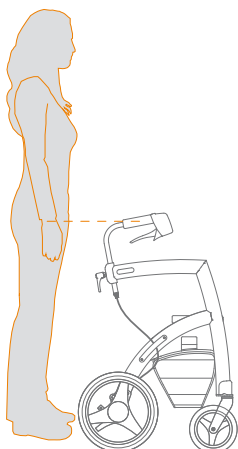

Abbildung 12: Bestimmen Sie die richtige Höhe.
Für die optimale Nutzung des Rollz Motion ist die richtige Höheneinstellung (**Abbildung 12**) entscheidend. Die Höhe ist zwischen der Minimum- und Maximum-Position stufenlos verstellbar. So kann der Rollz Motion leicht an die individuellen Bedürfnisse angepasst werden.
- c. Um festzustellen, welche Höhe für Sie korrekt ist, stellen Sie sich mit herabhängenden Armen zwischen die Handgriffe des Rollz Motion. Die Handgriffe sollten sich auf Höhe Ihrer Handgelenke befinden (**Abbildung 12**).